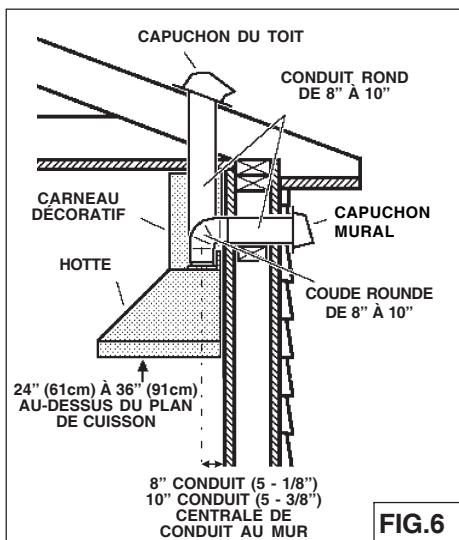

FIG.6
4. Installez un couvercle sur le toit ou au mur. Reliez un tuyau en métal rond de 8" WPPIQ (ou 10" WPPIQT) au couvercle et faites-le aller jusqu'à l'emplacement de votre hotte. Utiliser du ruban adhésif pour sceller les joints entre les sections de conduits (Fig.6).